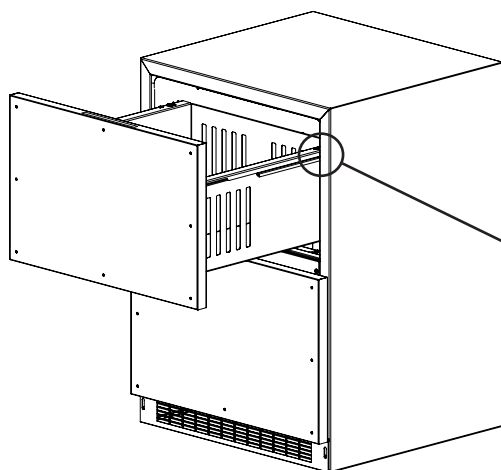
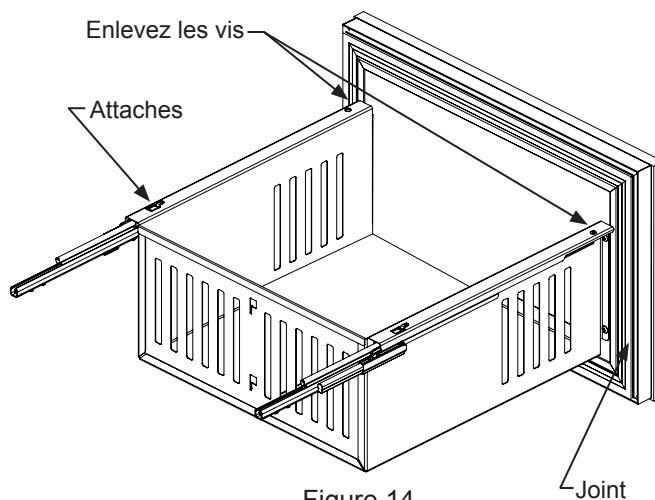
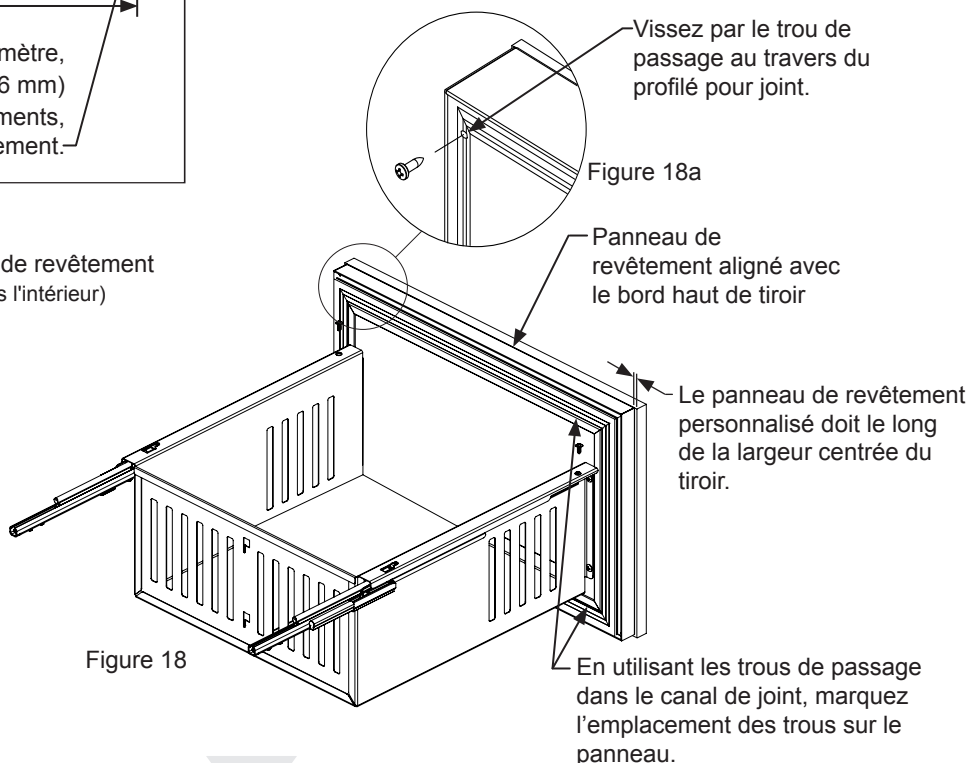

Figure 13
Figure 14
Figure 18
1. Commencez par tirer le tiroir du haut (Voyez la Figure 13). Enlevez les vis fixant le tiroir aux glissières (Voyez la Figure 14). Tirez le tiroir vers l'avant, faites-le pivoter vers le haut en le sortant pour dégager les attaches à l'arrière du tiroir. Déplacez le tiroir vers l'avant d'environ 1" (2,5 cm) et posez-le sur les glissières. À l'angle arrière droit du tiroir débranchez le faisceau de fils d'éclairage (Voyez la Figure 13a). Sortez le tiroir du meuble en le soulevant hors des glissières. Recommencez la séquence pour le tiroir du bas en omettant les instructions sur le faisceau car il n'en comporte pas.
2. Enlevez le joint de l'avant du tiroir (Voyez la Figure 14). Pour cela sortez-le du canal qui le retient sur l'avant du tiroir. Cela va exposer les trous de traversée pour le montage du panneau de revêtement (Voyez la Figure 18).
1. Placez le panneau de revêtement sur la face avant du tiroir et alignez les bords (Voyez la Figure 18 ci-dessous). Le panneau de revêtement personnalisé doit arriver au même niveau que le haut du tiroir, et le long de la largeur centrée du tiroir. Maintenez le panneau en position et marquez l'emplacement des avant-trous. Récupérez la taille requise des avant-trous dans le Tableau B ci-dessous, et percez-les en vous assurant de ne pas traverser complètement le panneau de revêtement.